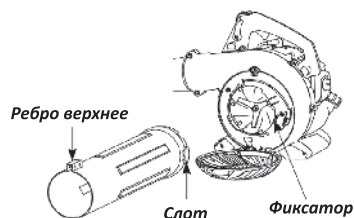

Рис. 8
4. Совместите верхнюю трубу пылесоса с впускным патрубком (Рис. 8).